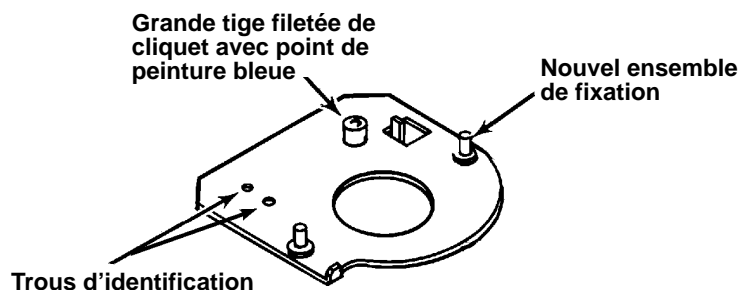

Figure 2
2. Si la réponse au numéro 1 est oui, utiliser alors l'ensemble de fixation neuf et la grande tige filetée de cliquet portant un point de peinture bleue. Voir la Figure 2.